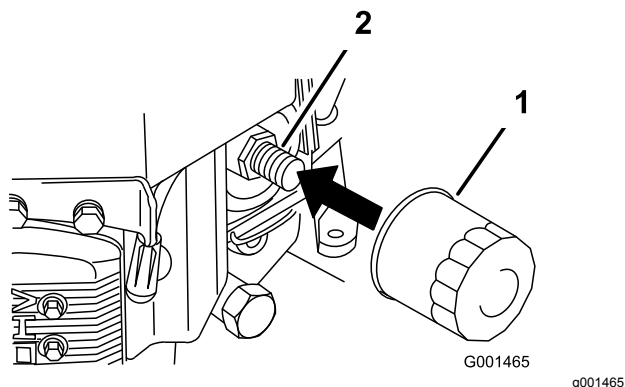

Figura 27
2. Retire el filtro de aceite usado (Figura 27).
3. Aplique una capa fina de aceite nuevo a la junta de goma del filtro nuevo (Figura 27).
4. Instale el filtro de repuesto en el adaptador de filtro; gire el filtro en sentido horario hasta que la junta de goma entre en contacto con el adaptador del filtro, luego apriete el filtro tres cuartos de vuelta más (Figura 27).